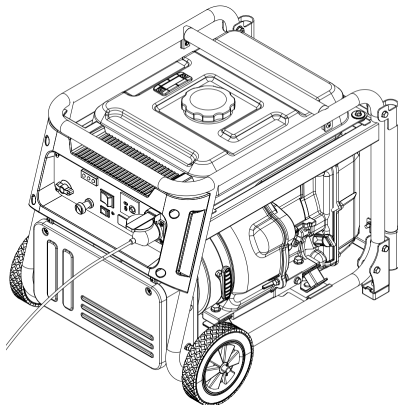

Abbildung 11 Gerät verbindet sich mit dem Generator
2. Stellen Sie sicher, dass die Schalter der angeschlossenen Geräte ausgeschaltet sind, und stecken Sie dann die Gerätestecker in die Steckdose. Siehe Abbildung 11.